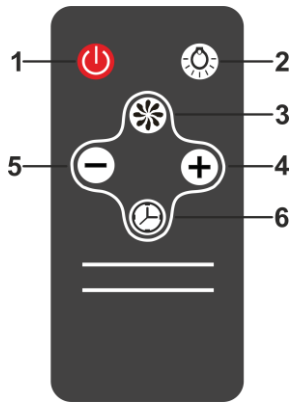

Рис.6
7.4 Управління витяжкою з допомогою дистанційного пульта (рис.6).